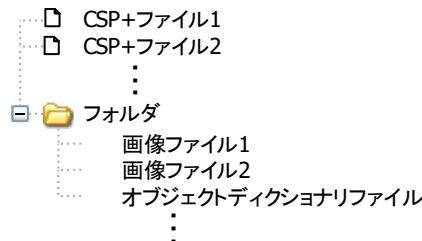

図 4-1 圧縮ファイル内の構成
- ・ 圧縮ファイル内のファイルとフォルダの構成は図 4-1 に示す構成にする必要があります。圧縮するファイルを全てまとめる最上位フォルダは用意せず、図 4-1 のように圧縮ファイルの最上位に 1 つ以上の CSP+ファイルと、画像を格納したフォルダ(図 4-1 中の「フォルダ」)を指定して圧縮します。
- ・ アイコンファイルと画像ファイル、オブジェクトディクショナリファイルは、いずれも同一のフォルダ(図 4-1 中の「フォルダ」)に格納する必要があります。